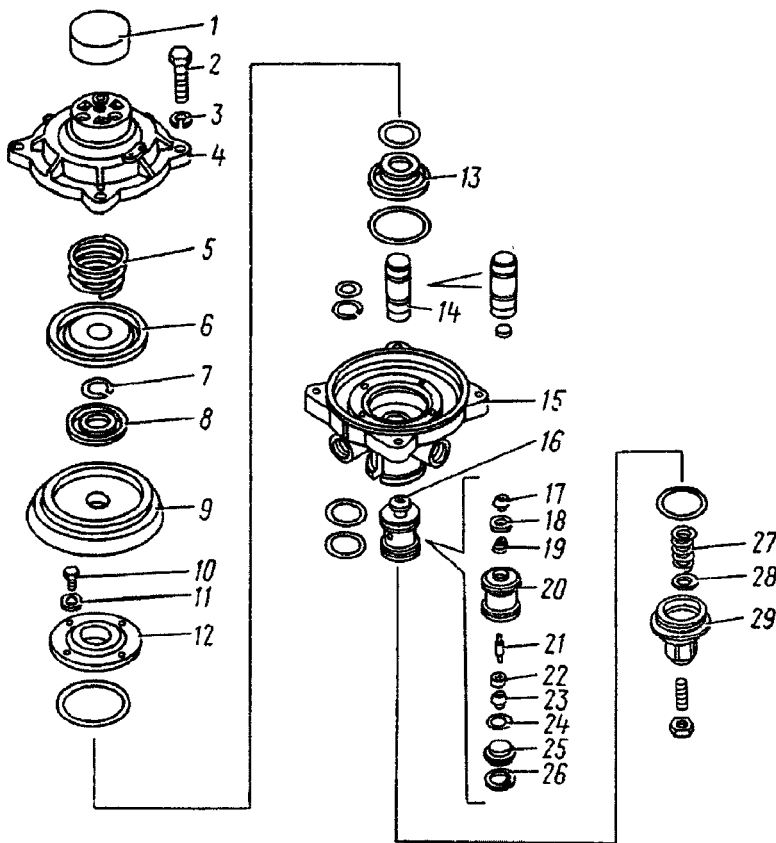

Рис. 323. Клапан управления тормозными системами прицепа с однопроводным приводом:
2. Снимите с клапана колпак 1 (рис. 323)	Торцовый ключ 17 мм